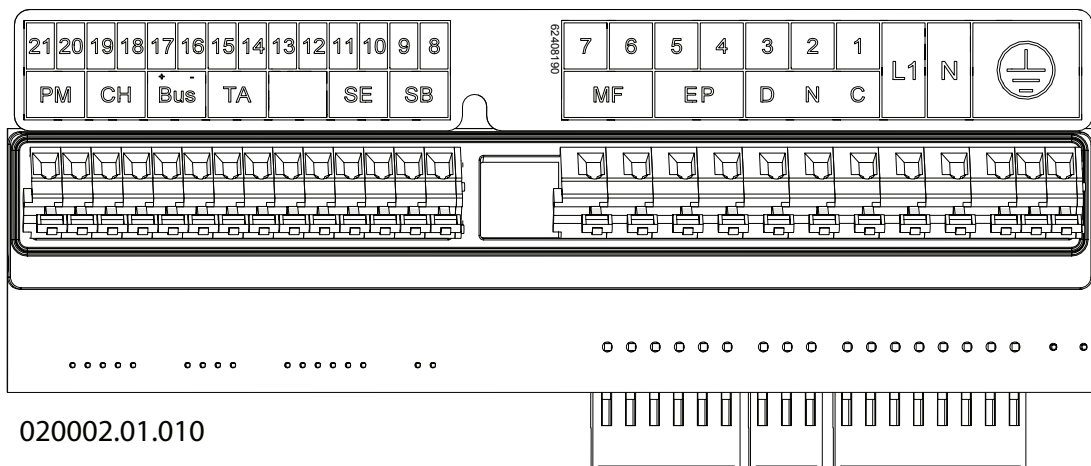

Figura 5-11 - Collegamenti elettrici
Legenda figura 5-11
Per l'allacciamento del cavo di alimentazione elettrica, procedere come di seguito (fare riferimento alla figura 5-11):
Per l'allacciamento del cavo del Cronocomando, procedere come di seguito (fare riferimento a figura 5-11):
- collegare i 2 capi del cavo ai morsetti "14" e "15" dell'apparecchio (vedere figura 5-11 "TA").
Per il collegamento elettrico occorre procedere come di seguito (fare riferimento alla figura 5-11):